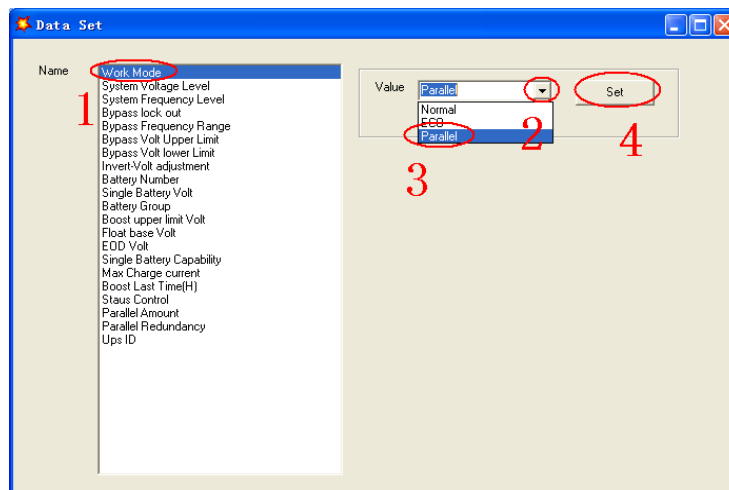

Fig. 5-10 Selección modo paralelo
5. En la ventana «Data Set» (ajuste de datos), haga clic en «Work Mode» (modo de funcionamiento), seleccione «Parallel» (paralelo) como valor, luego haga clic en «Set» (ajustar) como se muestra en la imagen siguiente (Fig. 5-10). Si el SAI emite un pitido, significa que el ajuste es correcto.